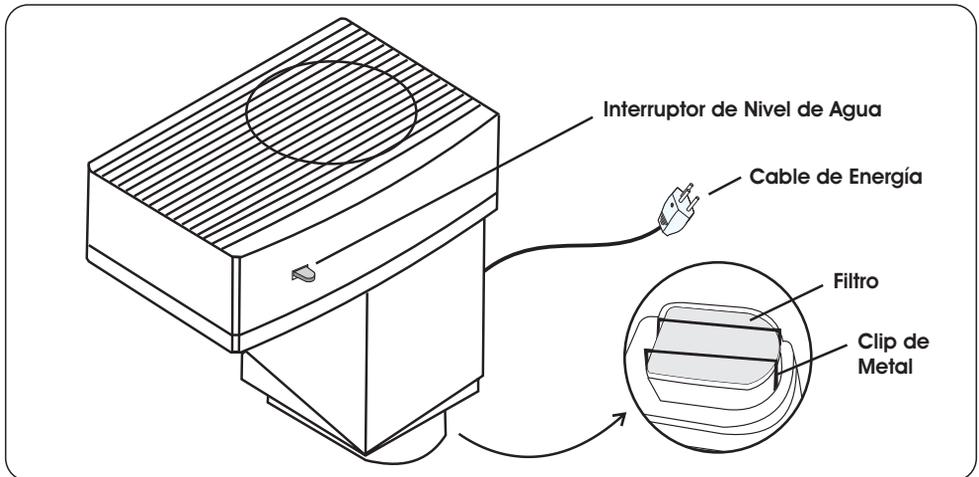

Fig. 4
- ▶ **INTERRUPTOR DE NIVEL DE AGUA** - Dispositivo (Fig. 4, pág. 7) cuya función es apagar el equipo en los siguientes casos: